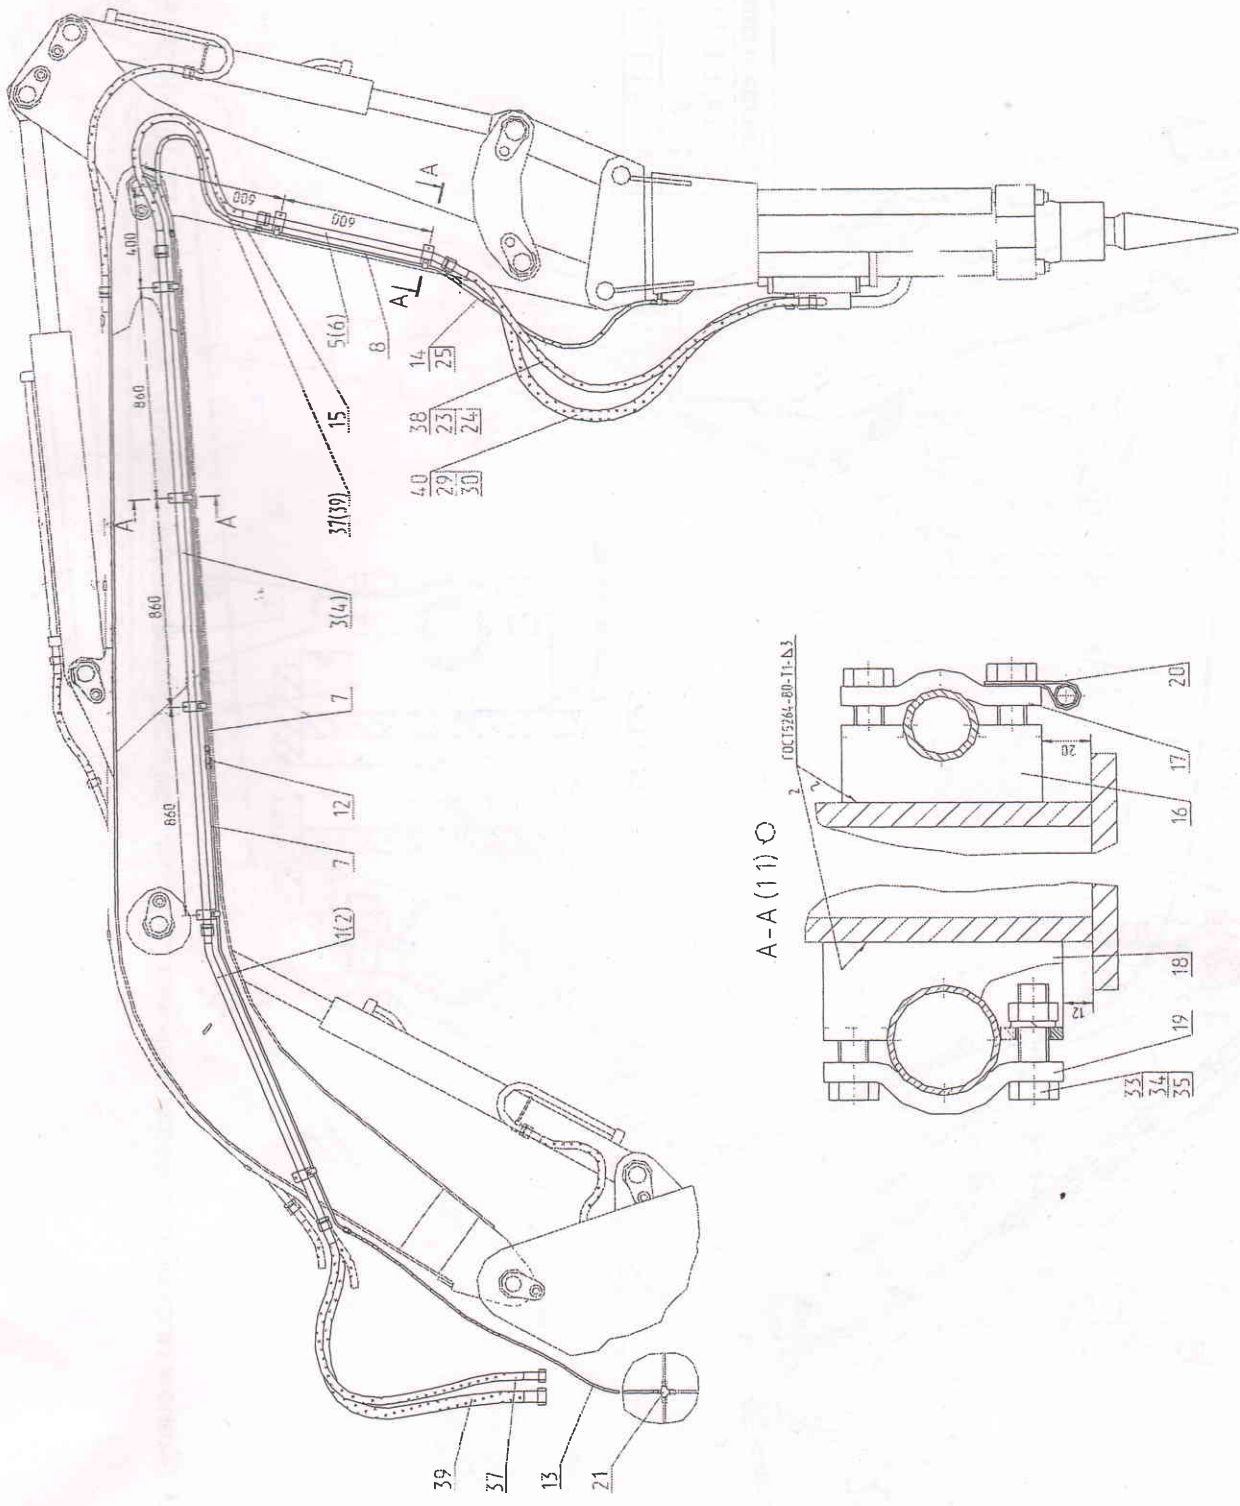

Рис. 2 Монтаж гидрооборудования гидромолота на рабочем оборудовании экскаватора ЭО-3323А
4.1.1. Соедините попарно друг с другом трубопроводы 1 и 3, 2 и 4 (рис. 2, 3, 4, 5).
4.1.2. Ориентируясь по рис. 2, 3, 4 и 5, закрепите на трубопроводах 1 и 3 прижимы 17 и кронштейны 16, соединив их болтами 33, гайками 34 и шайбами 35; а на трубопроводах 2 и 4 - прижимы 19 и кронштейны 18. Для удобства монтажа приварите гайки 34 к кронштейнам 16 и 18.
4.2.1. Для монтажа пневмотрубопроводов (рис. 2, 3, 4, 5 табл. 2) используйте скобы 20, закрепляя их на прижимах 17 болтами (для ЕК-12 - на прижимах 19).